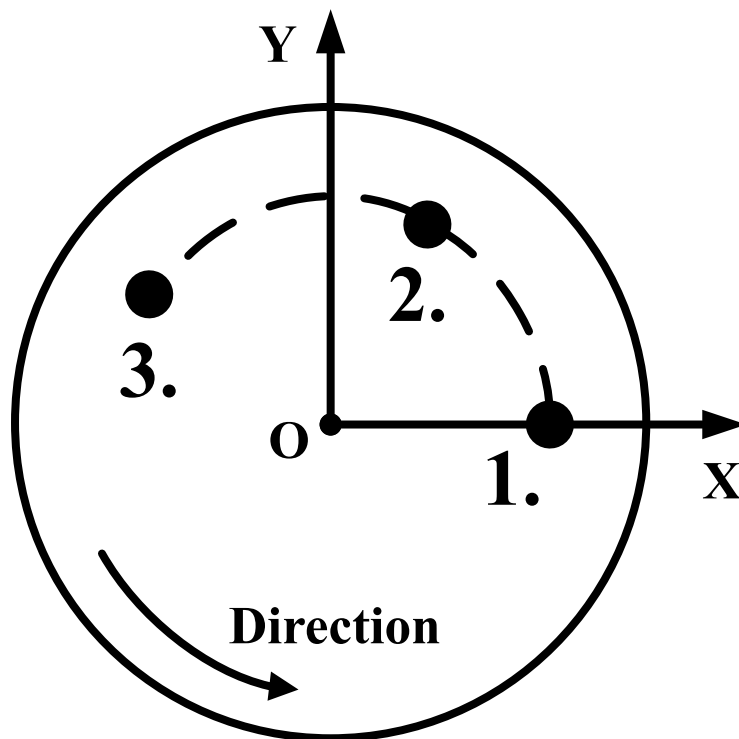

图 2-2 圆盘传送带动坐标系标定示意图
1. 如图 2-2 圆盘传送带动坐标系标定示意图所示，在静止的传送带上选定基准点1，点动机器人使TCP与点1重合，点击“示教点”进入下一步；